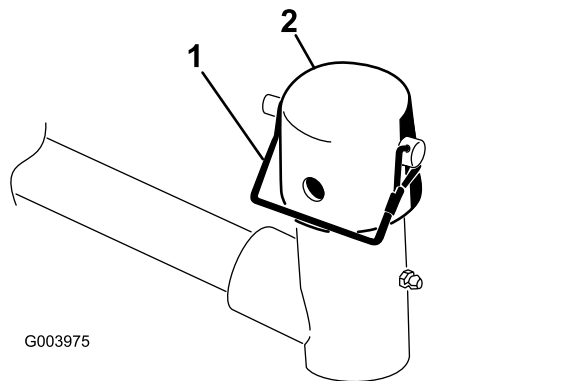

Bild 9
8. Nehmen Sie den Einraststift und die Kappe vom Gelenkjoch des Hubarms ab (**Bild 9**).
Hinweis: Verwenden Sie den Schlitz, wenn Sie das Mähwerk lenken möchten, oder das Loch, wenn Sie das Mähwerk arretieren möchten (**Bild 9**).